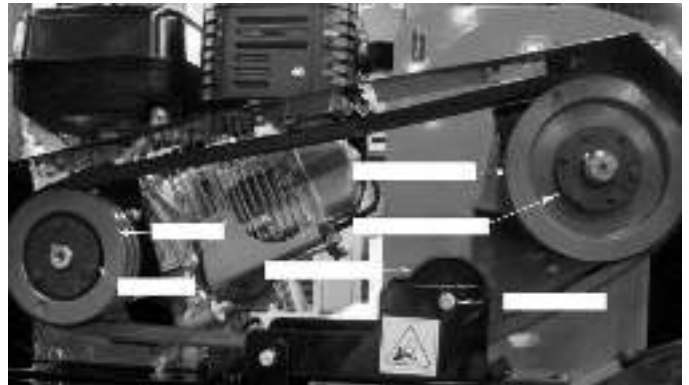

Рис. 5.6. Замена приводного ремня
- d. Затяните оба болта 5/16 дюйма равномерно для перемещения двигателя в направлении от корпуса измельчителя таким образом, чтобы прогиб ремня составлял приблизительно 7/16 дюйма при приложении нагрузки в 20 фунтов на ремень (см. рис. 5.6).
- d. Отпустите равномерно оба регулировочных болта 5/16 x 3 дюйма и протолкните плиту двигателя от болтов. Отпустите болты таким образом, чтобы ремень прогибался приблизительно на 7/16 дюйма при приложении нагрузки в 20 фунтов на ремень (см. рис. 5.6).
16. Отрегулируйте приводной ремень таким образом, чтобы прогиб ремня составил 7/16 дюйма при нагрузке 20 фунтов, приложенной к ремню (см. рис. 5.6). Для этого